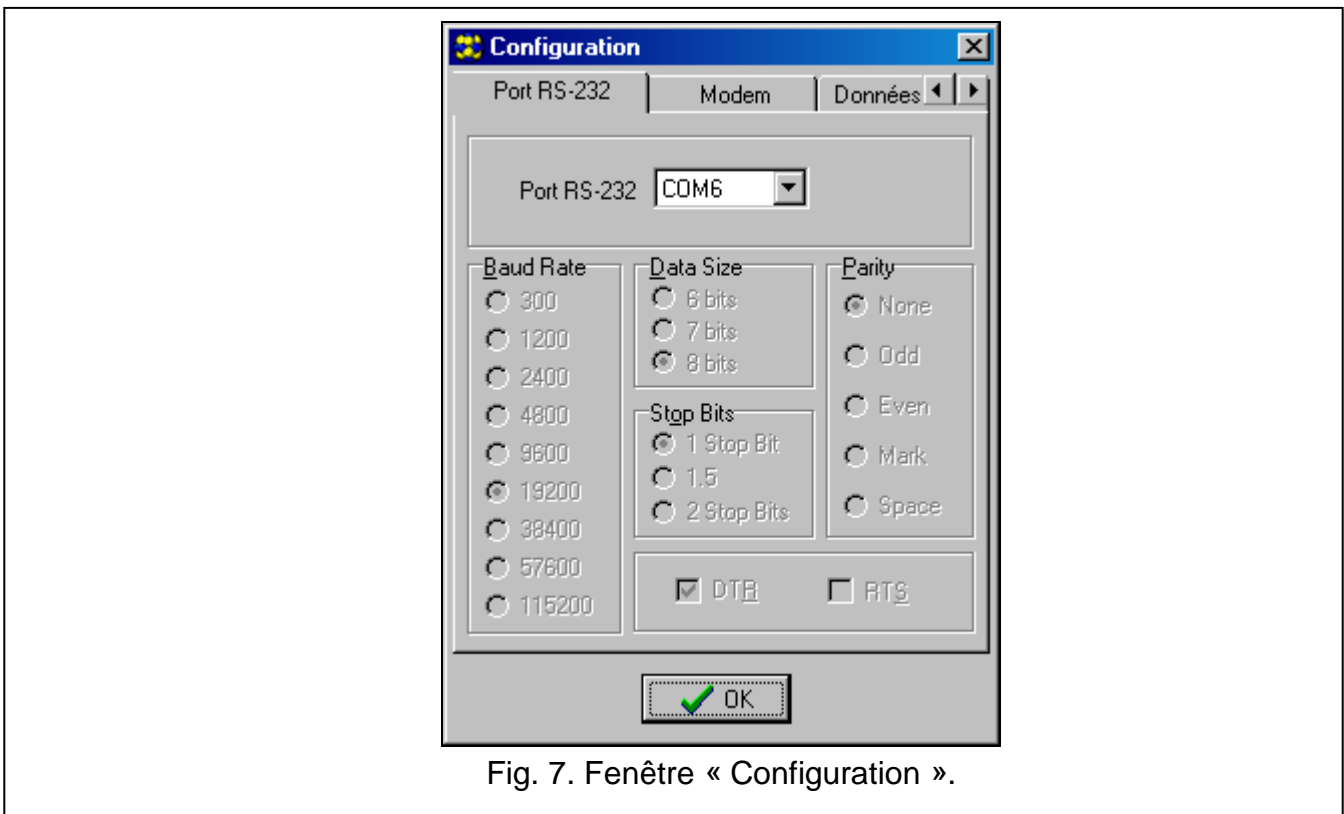

Fig. 7. Fenêtre « Configuration ».
4. Sélectionner le port de l'ordinateur auquel le module est connecté (voir : fig. 7).